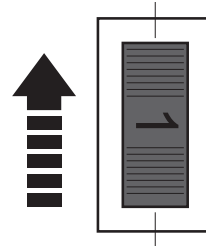

Fig. 14
- > Rode o seletor de velocidade (15) para um número menor para diminuir a velocidade (Fig. 14). Uma velocidade lenta é adequada para ferramentas de fresagem de diâmetro pequeno ou para trabalhar materiais macios como o plástico